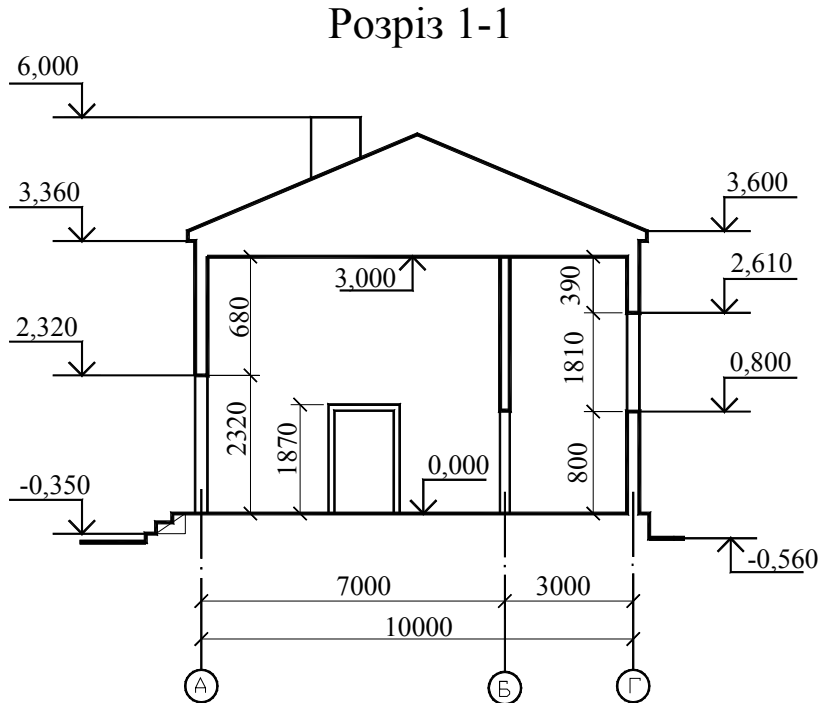

Рис. 5.4.
Для побудови вертикальної координаційної сітки спочатку проводять вертикальні осі стін за розмірами вказаними на рис. 5.4.
Від лінії рівня чистої підлоги вгору на висоті поверху, даху і труб проводять горизонтальні лінії рівнів (розміри див. рис.5.4).
5. Графічне оформлення й проставлення розмірів (рис. 5.4).